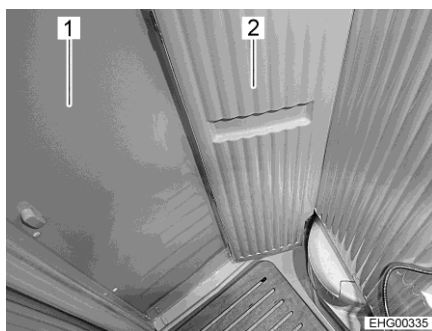
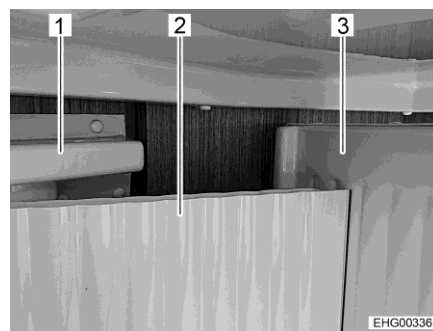

Bild 145 Liten vridvägg, vriden
Bild 146 Korrekt läge för den lilla vridväggen
- Stäng våtutrymmesdörren (Bild 145,1 och Bild 146,1).
- ▷ Placera **alltid** den lilla vridväggen (Bild 145,2 och Bild 146,2) **framför** den stora vridväggen (Bild 146,3)! Tryck **inte** den lilla vridväggen **bakom** den stora vridväggen! Annars finns det risk för att man blir inlåst i våtutrymmet eftersom våtutrymmesdörren kanske inte längre kan öppnas.
- Vrid den lilla vridväggen (Bild 145,2 och Bild 146,2). Den lilla vridväggen är i rätt läge när den står framför den stora vridväggen (Bild 146,3).